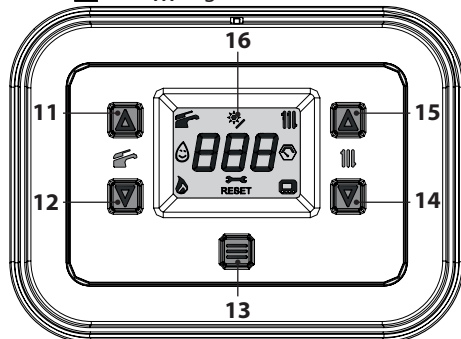

Figura 2.3
- Tenere premuto per 1 secondo il tasto 13 fino a far apparire sul display entrambi i simboli  e  Figura 2.3.